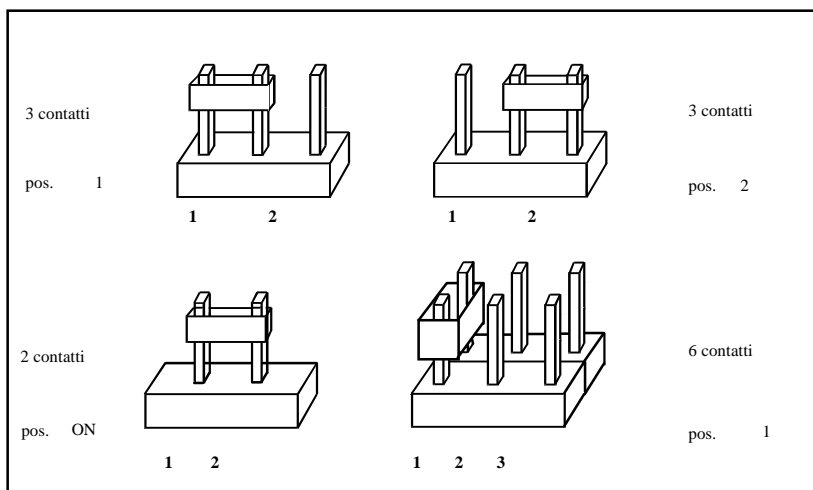

fig. 19
Per il tipo a 6 contatti (**J5**) sono possibili 3 tipi di selezione (pos.1, 2, 3); nella **fig. 19** è rappresentata la posizione 1.